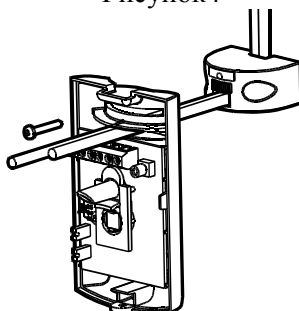

Рисунок 5
- ввести провода через паз основания и закрепить основание шурупом 8 на кронштейне под выбранным углом в горизонтальной плоскости (рисунок 5);